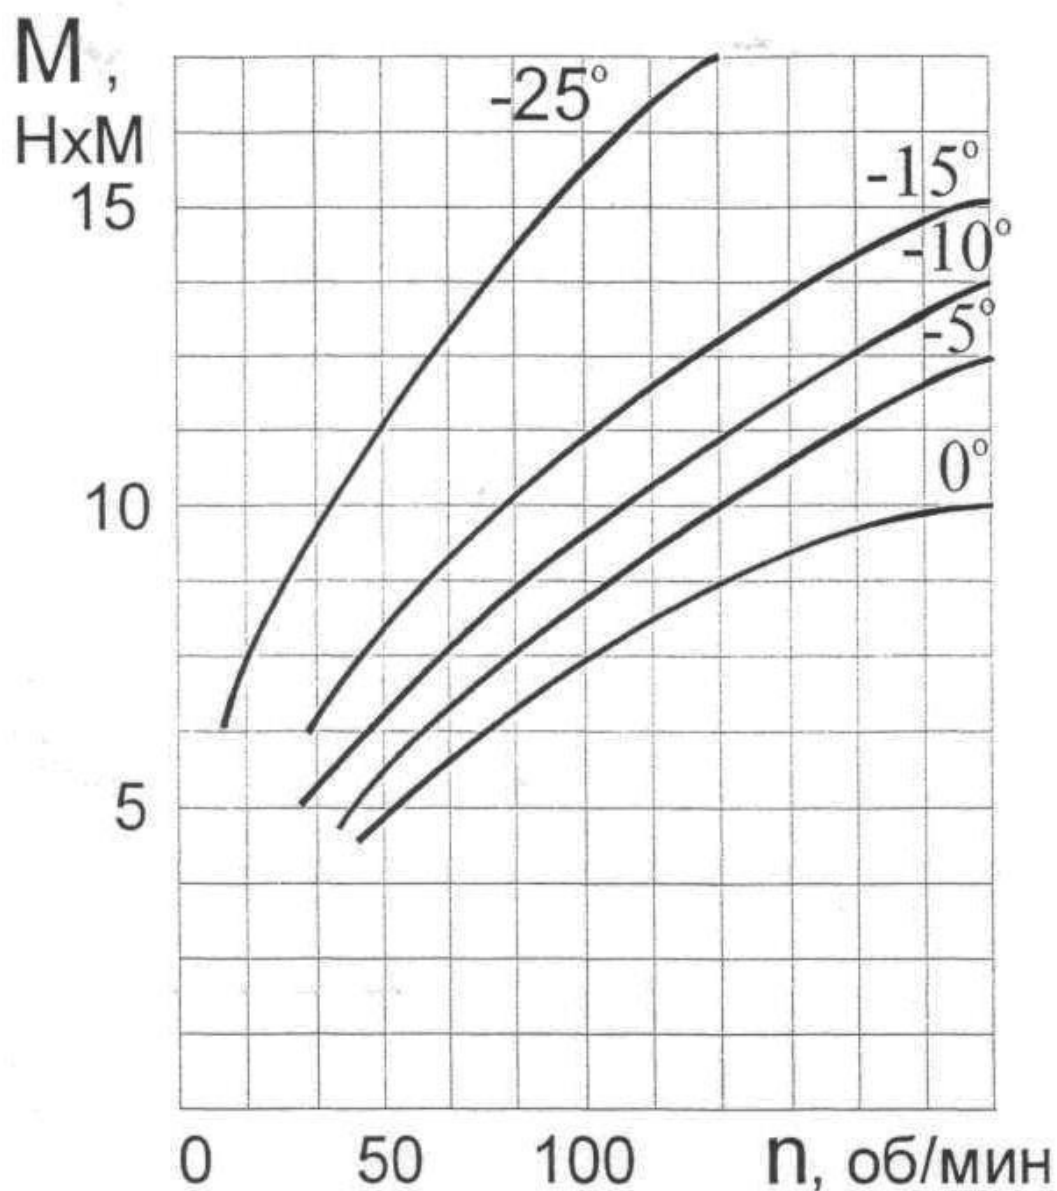

Рис.3. Моменты сопротивления ДВС
5. Определить возможные частоты прокручивания коленчатого вала двигателя с известными моментами сопротивления (рис. 3).
8. Перерисовать в масштабе график (рис. 3) и построить кривую $M_{ст} = f(n_{ст})$. Точки пересечения этой кривой с кривыми момента сопротивления двигателя дадут значения частот прокручивания коленчатого вала испытываемым стартером при различных температурах.